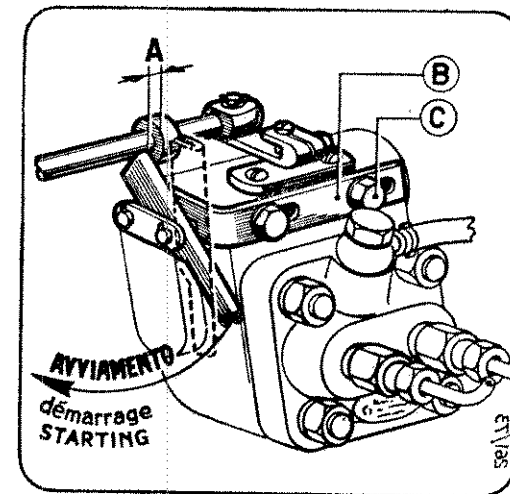

Fig. 8 - LEVETTA SUPPLEMENTO COMBUSTIBILE
SUPPLEMENTO COMBUSTIBILE. — E' una levetta oscillante imperniata accanto all'asta di regolazione della pompa; serve ad aumentare la portata della pompa iniezione per facilitare l'avviamento. In posizione orizzontale (marcia) la levetta limita la corsa dell'asta; sollevando la levetta verticalmente (avviamento) viene consentita la corsa completa. A motore avviato i primi spostamenti dell'asta di regolazione consentono alle levetta di oscillare e di rimettersi in posizione di marcia tramite una molla di ritorno. (Fig. 8 a pag. 13).
1) Dare il supplemento combustibile abbassando la levetta nella posizione di **avviamento** (come indicato nella fig. 8).
2) Dare il supplemento combustibile abbassando la levetta nella posizione di **avviamento** (come indicato nella Fig. 8).
Se l'accoppiamento è corretto il motore, marciando al suo regime normale ed a pieno carico, dovrà avere uno scarico praticamente incolore; inoltre l'anello di riscontro dell'asta comando pompa iniezione dovrà presentare un certo gioco A) rispetto alla levetta del supplemento combustibile (Fig. 8).